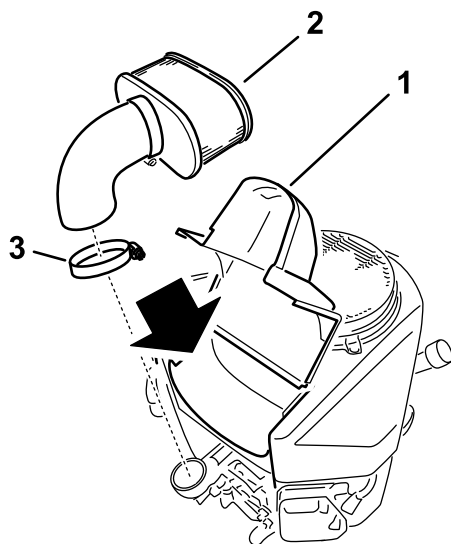

Figura 38
4. Slăbiți clema furtunului și scoateți elementul din hârtie (Figura 38).